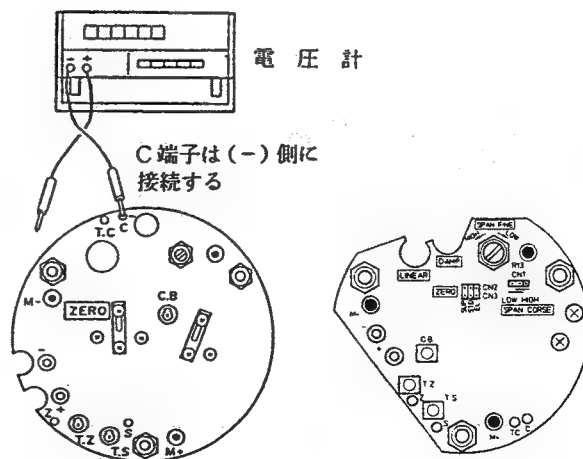
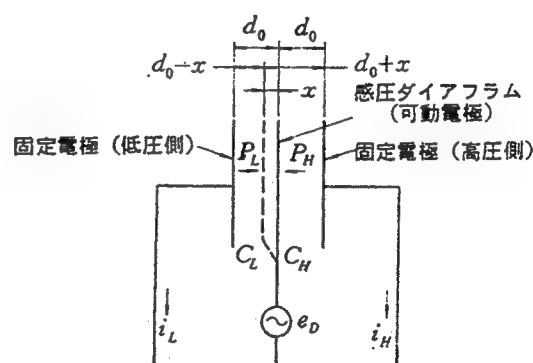

図 7.8 温度補償回路のチェック端子
図 8.1 原理図
- ① 図 8.1 のように各機器を接続し 5 分以上ウォームアップします。
- ② アンプユニットまたはカプセルアセンブリを交換した場合には、必要に応じて 7.4.1 項を参照してリニアリティ調整を行ってください。
- ③ C.B ボリウムを反時計方向に回し切ります (図 7.8 参照)。
- ④ 温度ゼロ調整ボリウム (T.Z) を回して C - Z 間の電圧が $0 \pm 2.5\text{mV DC}$ 以内になるように調整します。
- ⑤ 温度スパンボリウム (T.S) を回して、C - S 間の電圧が $0 \pm 2.5\text{mV DC}$ 以内になるように調整します。
- ⑥ 温度バランス調整ボリウム (C.B) を回して、C - TC 間の電圧が $0 \pm 5\text{mV DC}$ 以内になるように調整します。